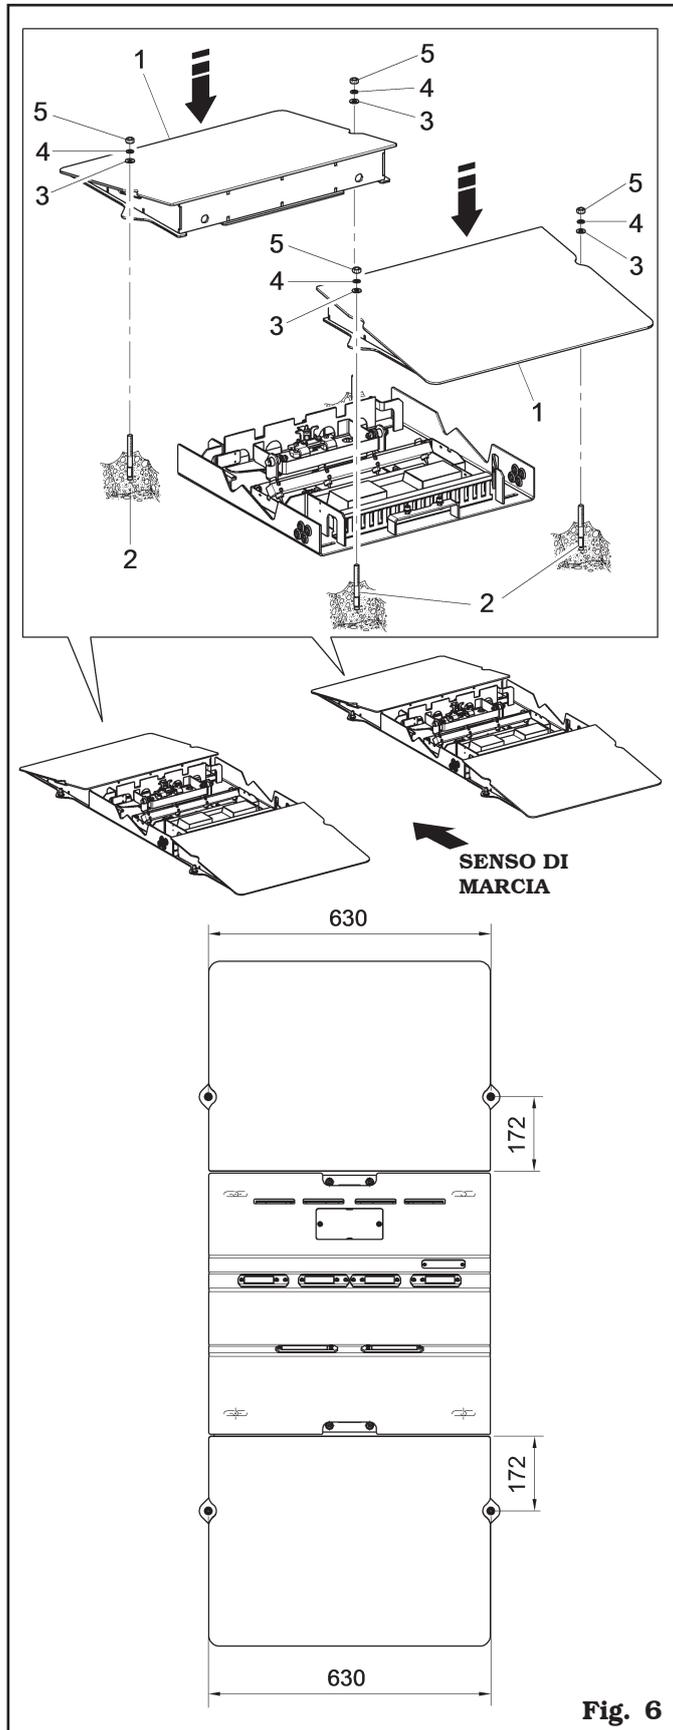

Fig. 6
2. Fissare le rampe (**Fig. 6 rif. 1**) al pavimento dello stabilimento utilizzando i tasselli (M8) (**Fig. 6 rif. 2**), le rondelle (D8) (**Fig. 6 rif. 3-4**) e i dadi (M8) (**Fig. 6 rif. 5**), forniti in dotazione.